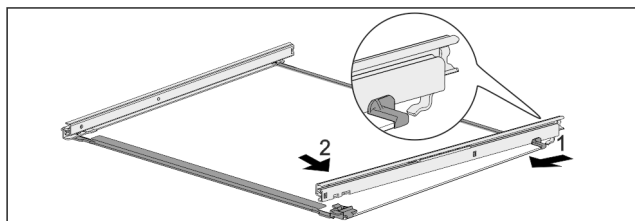

Fig. 192 Staklena ploča s vodilicama
- ▶ Zakvačite vodilicu sa stražnje strane. Fig. 192 (1)
- ▶ Uglavite vodilicu s prednje strane. Fig. 192 (2)